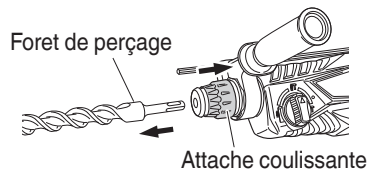

Fig. 3
- (3) Vérifier que le foret est bien verrouillé en tirant dessus.
- (4) Pour retirer le foret de perçage, tirer complètement l'attache coulissante dans le sens de la flèche et sortir le foret. (Fig. 3)